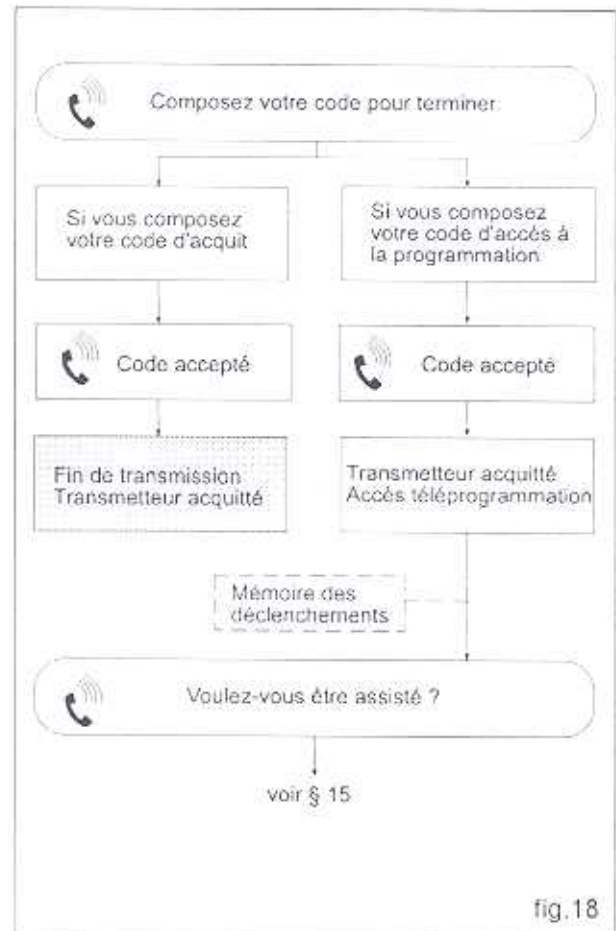

fig.18
- Il peut également, en composant le code d'accès à la programmation, acquiescer la transmission et basculer en mode téléprogrammation (fig.18).